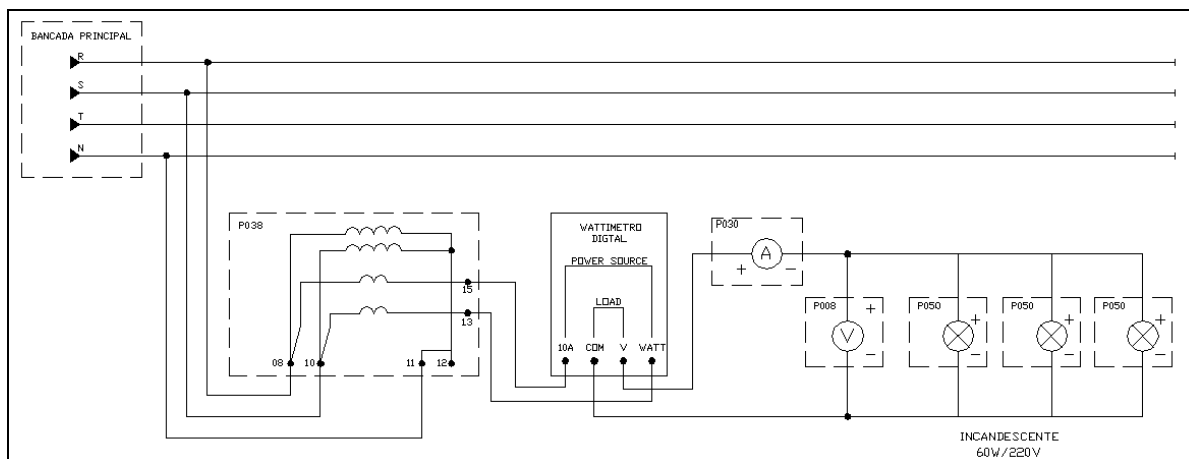

Figura 3 – Circuito para medição de parâmetros para lâmpada incandescente.
5.4 Monte o circuito da Figura 3 abaixo com as lâmpadas incandescentes de 60W/220V.
5.5 Para o circuito da Figura 3, faça as leituras das grandezas e preencha a Tabela 4 abaixo;